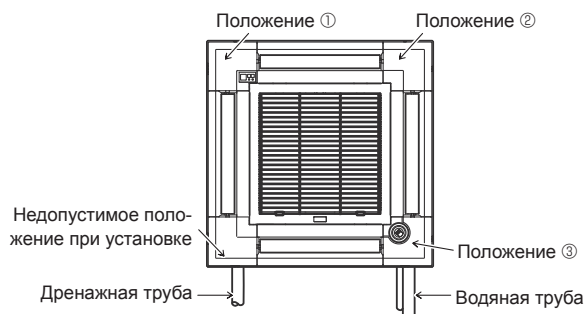

Fig. 7-11
Для главного прибора нельзя устанавливать угловую панель приемника сигналов на стороне дренажной трубы. (См. Fig. 7-11)
- Если положение i-see Sensor было изменено с положения по умолчанию (положение ③) на другое положение, измените настройки функции. (Fig. 7-11)
- Для главного прибора невозможно установить угловую панель i-see Sensor на стороне дренажной трубы. (См. Fig. 7-11)